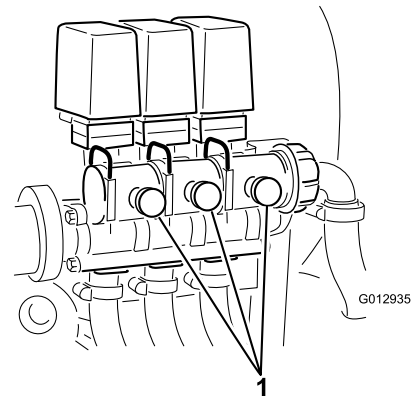

Bild 30
12. Stellen Sie das Sicherheitsventil der Ausleger (Bild 30) an Auslegersteuerventil des Auslegers ein, den Sie abgestellt haben, bis der am Druckmanometer angezeigte Druck dem Wert in Schritt 9 entspricht.